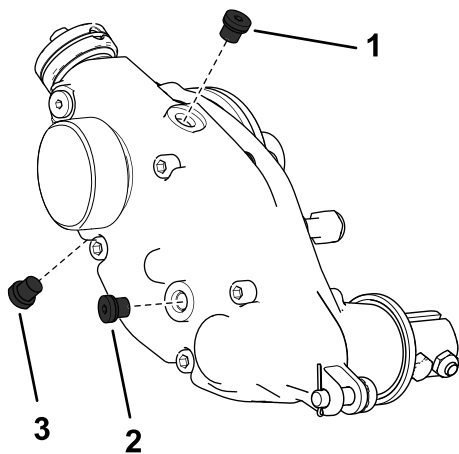

Figura 28
2. Rimuovete il tappo di spurgo situato nella parte inferiore dell'alloggiamento (Figura 28).
3. Rimuovete il tappo di riempimento sul lato dell'alloggiamento e allentate il tappo di sfiato nella parte superiore per lasciar passare l'aria (Figura 28).